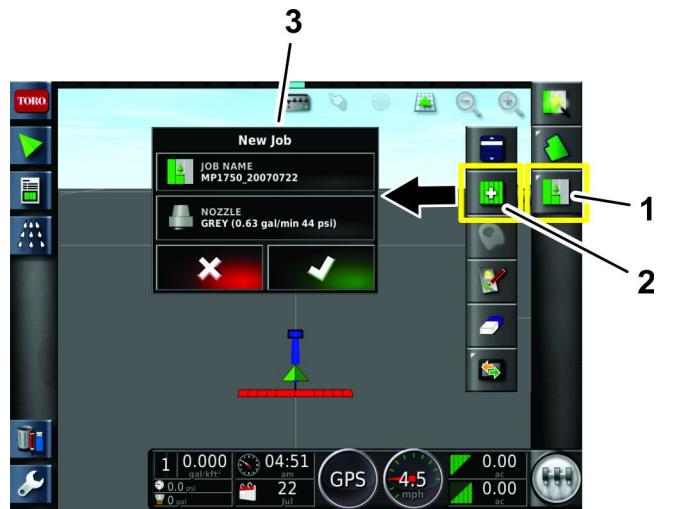

图 44
5. 按屏幕右上方的作业菜单图标图 44。
6. 输入作业的新名称或保留默认时间标记图 44。